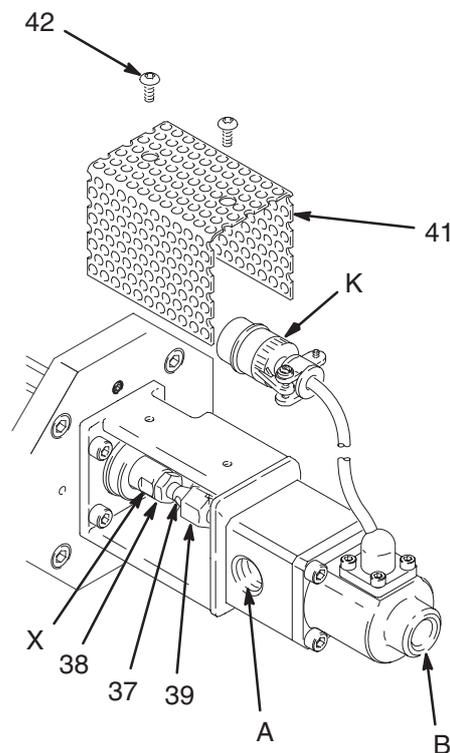

Fig. 3
3. Desconecte las líneas de fluido de la entrada (A) y la salida (B) de fluido de la válvula dosificadora. Vea la Fig. 3, en la página 7.
7. Desenchufe el cable del sensor de presión (K) del conector (L). Vea la Fig. 3.
8. Retire la protección (41).
9. Compruebe que la tuerca de retención (39) esté apretada.
10. Afloje la contratuerca (38).
11. Introduzca una llave allen hexagonal de 1/8, u otra herramienta adecuada, a través del orificio del regulador de la aguja (37), y gire éste en el interior del eje del motor (X).
12. Mueva el eje del motor (X) completamente hacia adelante.
17. Instale la protección (41).
18. Enchufe el cable del sensor de presión (K) al conector (no representado).
20. Conecte las líneas de fluido a la entrada (A) y la salida (B) de fluido de la válvula dosificadora. Vea la Fig. 3.